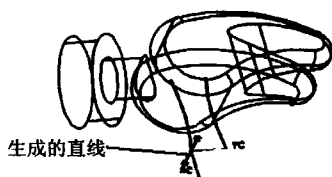

图 1-23 绘制直线
(4) 利用“直线和圆弧”→“直线一点一点”生成直线，如图 1-23 所示。其中起点坐标为 (-10, 0, 0)，终点坐标为 (10, 0, 0)。